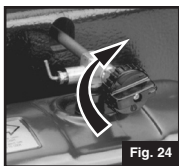

Fig. 24
- Cierre firmemente la VÁLVULA DE COMBUSTIBLE. (Fig. 24)